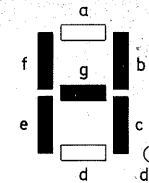

Bild 12.2 Buchstabe „H“ in Siebensegmentdarstellung
Über die Datenleitungen lassen sich mit Hilfe des Schreibbefehls WRTE alle Segmente in beliebigen Zusammenstellungen zum Aufleuchten bringen. Dabei ergibt sich eine Vielzahl von Möglichkeiten, und mit viel Phantasie kann man nicht nur die Ziffern „0“ bis „9“ darstellen, sondern das ganze Alphabet dazu. Für den Buchstaben „H“ z. B. sind die Segmente b, c, e, f und g zu aktivieren (Bild 12.2). Dazu müssen die Datenleitungen D1, D2, D4, D5 und D6 logisch 1 sein ($0111\ 0110 \hat{=} 76_{16}$). Den vollen Zeichensatz finden Sie in Bild 12.3. Die Zeichen können über die Routine CONVert (engl. umwandeln; Einsprungbefehl BB 85 und indizierte Adressierung über R3; siehe Laufschriftprogramm Seite 264) abgerufen werden.
1. Schritt: Der Prozessor schreibt mit einem WRTE-Befehl in die Portadresse 15₁₆ das „H“ (0111 0110, Bild 12.2). Der **invertierende** Bustransceiver kehrt das Datenwort um und schaltet D1, D2, D4, D5 und D6 auf L, die übrigen Datenleitungen auf H. Damit liegen die Kathoden der zu aktivierenden Segmente b, c, e, f und g am Minuspol der Betriebsspannung. Wichtig ist an dieser Stelle das fan out des Bustransceivers, weil jeder Ausgang ja den gesamten Strom des zugeordneten Segments aufnehmen können muß. Der 74LS640 (Anschlußbelegung und Datenfluß wie beim 74LS245, Bild 10.10, nur invertierend) kann pro Ausgang – 24 mA aufnehmen, der Paralleltyp 74LS640-1 sogar – 48 mA, das reicht. Ein Inverter, der keinen so starken Strom schalten könnte, würde die Segmente nicht ausreichend hell zum Leuchten bringen.